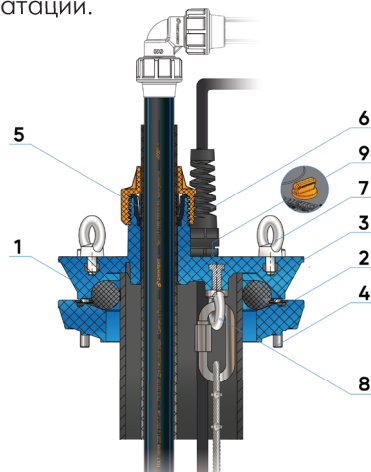

Рисунок 2
Оголовок скважинный ОСП (рисунок 2) состоит из основания (1), прижимного фланца (2), резинового кольца (3) и комплекта стяжных болтов (4) с шайбами и гайками. Основание представляет собой пластмассовую деталь, на которой установлены: цанговый зажим (5) для напорной полиэтиленовой трубы; гермоввод для электрокабеля (6); два верхних рым-болта (7); рым-гайка с карабином (8) для крепления троса; заглушка (9) для закрепления шнура от сливного клапана или для установки дополнительного оборудования.